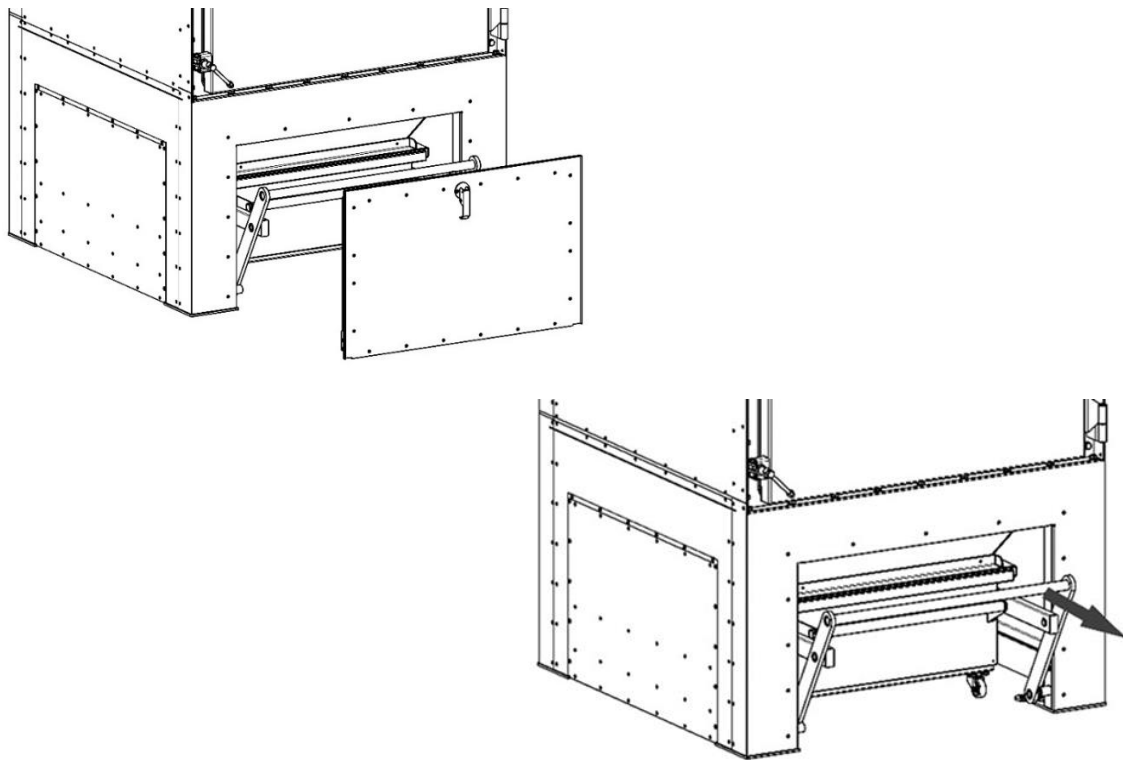

Рисунок 17
- 2) снять панель теплоизоляции пылесборника, потянуть за рычаг механизма поджатия пылесборника и выкатить из-под фильтра заполненный пылесборник (рисунок 17);